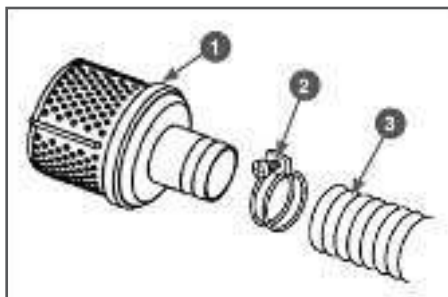

Рис. 4 Установка всасывающего фильтра
- Наденьте до упора всасывающий рукав 3 на патрубок всасывающего фильтра 1 и затяните его хомутом 2 (Рис. 4).